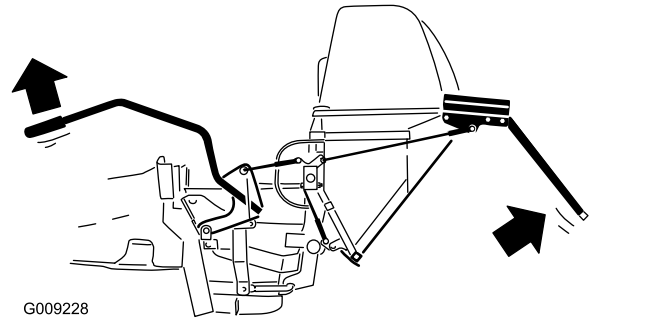

Bild 39
3. Drücken Sie den Griff nach unten, um die Klappe zu schließen (Bild 39).